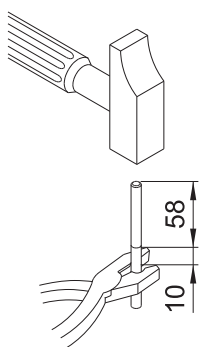

Fig. 1
- 3) Inserire i puntali nelle aste mandando in appoggio il corpo Ø 8 sull'asta. Stringere l'asta con una pinza in corrispondenza della gola sul puntale a circa 10 mm. Fig. 1
- 3) Insert the tips into the rods pushing the Ø 8 body against the rod. Tighten the rod with pliers in correspondence with the groove on the tip at around 10 mm. Fig. 1
- 3) Introduire les embouts dans les tringles en pressant le corps Ø 8 sur la tringle. Serrer la tringle, à l'aide d'une pince, en correspondance de la gorge sur l'embout à environ 10 mm Fig. 1
- 3) Introducir los puntales en las varillas hasta que el cuerpo Ø 8 se encuentre apoyado contra la varilla. Apretar la varilla con una pinza al nivel de la ranura del puntal, a unos 10 mm. Fig. 1